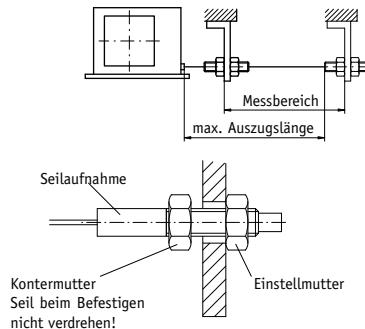

Abb. 2: Prüfung Auszugslänge
- Nach der Befestigung des Seilzuggebers ist die maximale Auszugslänge zu prüfen (Abb.2). Das Seilabschluss-Stück bzw. das Seil muss dazu bis an die vorgesehene Befestigungsstelle ausgezogen werden. Das Seil darf dabei nicht verdreht werden.
Das Seil muss lotrecht zum Seilausgang geführt werden (Abb.2).